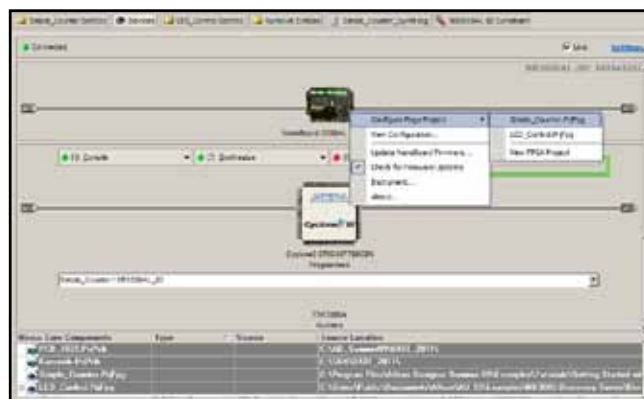

Рис. 3. Панель Devices View
View активизировать контекстное меню и указать в нем команду **Configure FPGA Project** (рис. 3). В открывающемся подменю выбрать один из списка загруженных проектов или указать команду **New FPGA Project** (Создать новый FPGA-проект).
- ▶ Командой контекстного меню **Configure FPGA Project** (рис. 3) сформировать конфигурацию проекта (имя конфигурации NB3000AL\_02). В дерево проекта программа включает файл привязок NB3000AL.02.Constraint.